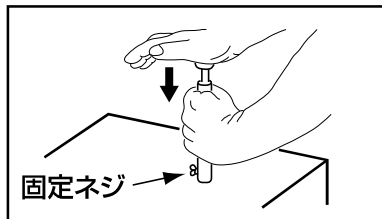

図34
4.安定した台や机の上に、固定ネジ側の端面を下にして置き、手のひらで強く押すと、ドリル内部の切り屑が除去できます。 図34 参照